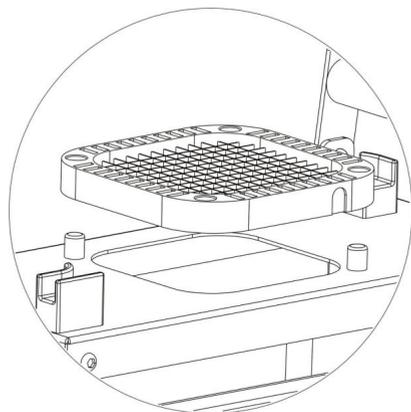

Figura 2
4. Installazione dei componenti della lama: installare i fori sui componenti della lama nelle colonne sulla piastra inferiore, assicurarsi che le lame siano rivolte verso l'alto. (Quando si sostituiscono i componenti della lama, posizionare la mano sul bordo diagonale della colonna e sollevarla orizzontalmente verso l'alto per lo smontaggio.) (come mostrato nella Figura 2)